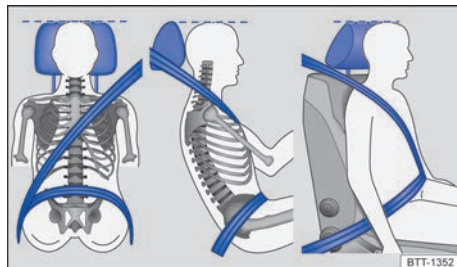

Fig. 29 Posição correta do cadarço do cinto de segurança e ajuste correto do apoio para cabeça.
- Deixar o cinto de segurança sempre plano e sem o cadarço torcido sobre o corpo. Se necessário, esticar um pouco o cadarço do cinto de segurança → Fig. 29.